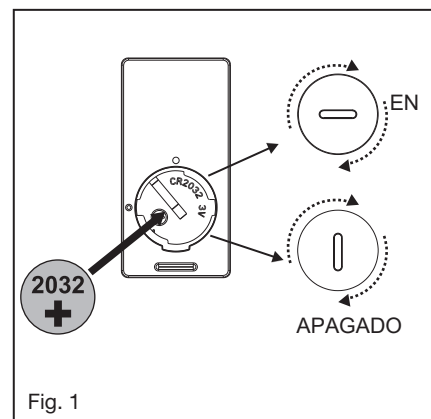

Fig. 1
- 2 Mientras sostiene el juego de luces LED debajo de su ventilador, haga las conexiones del enchufe polarizado: (Fig. 1)